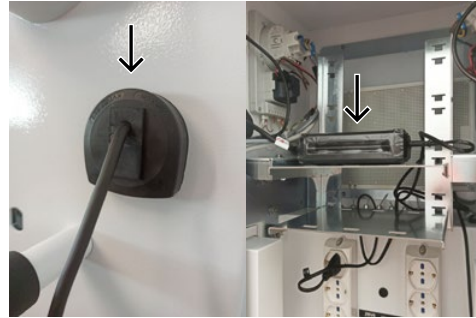

Fig. 19
6. Fig. 19: Rimettere in posizione l'elemento assicurandosi di stringere bene il dado. Posizionare i caricabatterie sui ripiani tecnici.